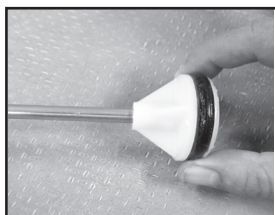

Figure 3
3. Inspecter le joint torique. En cas d'usure ou de dommages, le retirer et le remplacer. Lubrifier à la vaseline (**Voir la figure 3**).